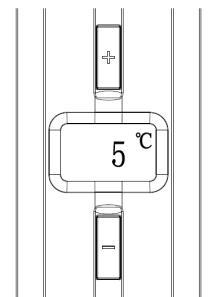

Abbildung 9
7. Funktion Temperaturkontrolle: Die Starttemperatur ist die zuvor eingestellte Temperatur. Die Kühltemperatur kann durch Drücken der Taste + oder - auf dem Bedienfeld angepasst werden. Mit jedem + Tastendruck erhöht sich die Temperatur um 1 °C. Drücken Sie einmal die Taste "-", um die Temperatur um ein Grad zu senken. Auf dem Display wird die tatsächliche Temperatur des Biers im Fass angezeigt, drücken Sie eine beliebige Taste, um die eingestellte Temperatur anzuzeigen, nach 3 Sekunden wird wieder die tatsächliche Temperatur angezeigt. Halten Sie die Tasten "+" und "-" gedrückt, um zwischen Fahrenheit und Celsius umzuschalten. Die Kühltemperatur des Bierkühlers ist zwischen 3 und 12 °C (37 und 53 °F) einstellbar. Das Gerät verfügt über eine Abschalt-Speicherfunktion (die Werkseinstellung beträgt 5 °C (wie in Abbildung 9 dargestellt)).